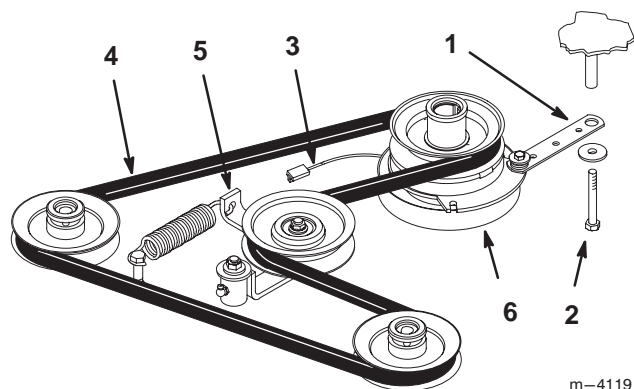

Figure 63
2. Enlevez le boulon de la barrette de l'embrayage et débranchez le fil de l'embrayage électrique (Fig. 63).
3. Ecartez la poulie rappelée par ressort. Déposez la courroie de traction des poulies motrice et de pompe hydraulique (Fig. 63).
4. Installez la courroie neuve sur les poulies motrice et de pompe hydraulique (Fig. 63).
5. Ecartez la poulie rappelée par ressort, alignez la courroie, puis relâchez la poulie (Fig. 63).